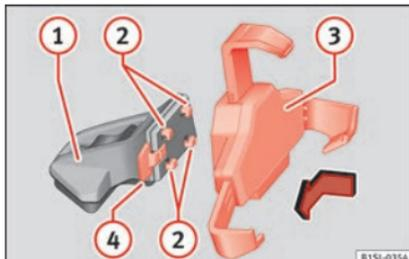

Fig. 134 Montar o suporte universal e o braço de apoio.
- Segure o suporte universal »» **Fig. 134** (3) e pressione o botão de desbloqueio »» **Fig. 134** (4).
- Insira o suporte universal »» **Fig. 134** (3) nos encaixes (2) do braço de apoio (1).
- Desloque o suporte universal lateralmente na direção de bloqueio (4) até que encaixe de forma audível »» **Fig. 134** (4).